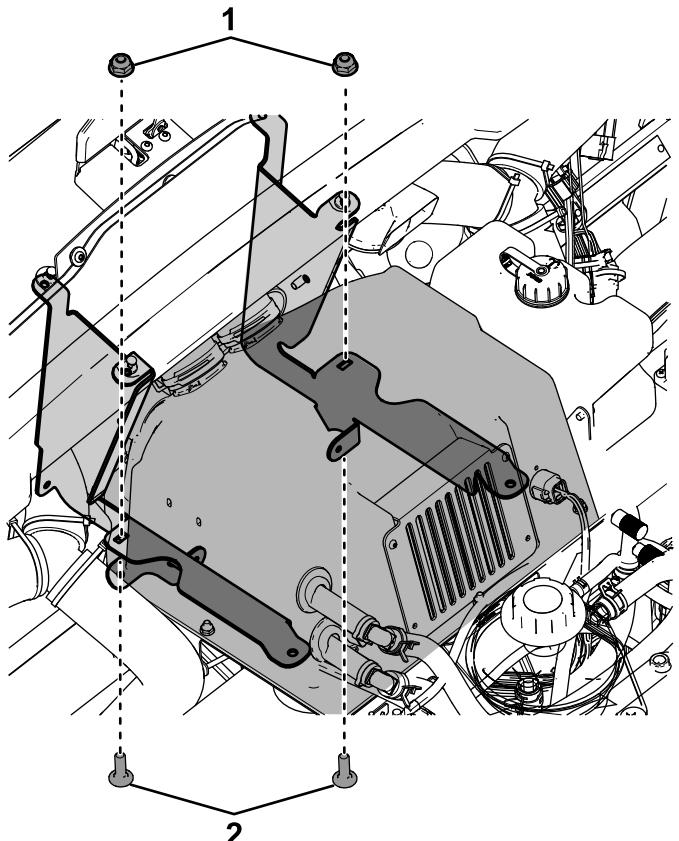

Bild 18
2. Befestigen Sie die Rückseite des Heizkastens mit 2 Schlossschrauben (1/4 x 3/4") und 2 Sicherungsmuttern (1/4") an den Armaturenbretthaltern der Maschine; siehe Bild 18.